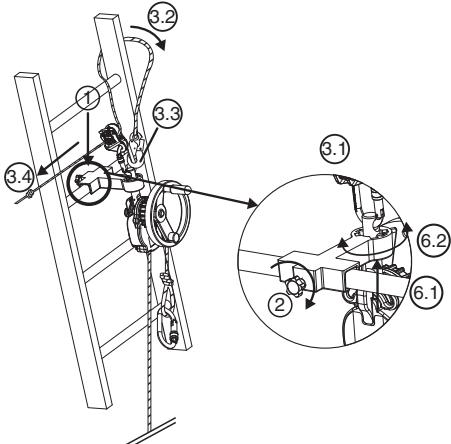

Fig. 7
### 6.3.3 DEROPETM-toestel UP K (Fig. 7)
1. Plaats de kleine steunconsole op het sport van de ladder in de vereiste positie om de reddingsoperatie uit te voeren, boven de te evacueren persoon (fig. 7, 1).
2. Zet de blokkeerpen van de geleiding vast aan de hand van de klemknop die zich aan de achterkant van de console bevindt (fig. 7, 2).
- Bevestig de connector van de afstelinrichting LCM 05 in het bovenste gat van de verankering (fig. 7, 3.1).
- Breng de leiriem rond het sport van de ladder boven de console door één van de steigers van de ladder te omleiden (fig. 7, 3.2).
- Koppel de connector van de leiriem aan op de connector van de afstelinrichting LCM 05 (fig. 7, 3.3).
- Span de leiriem op door aan het vrije uiteinde te trekken (fig. 7, 3.4).
6. Richt het DEROPETM-toestel naargelang de behoeften en wijzig de positie van de verankerpen in de indexeerpen (fig. 7, 6.1 – 6.2).